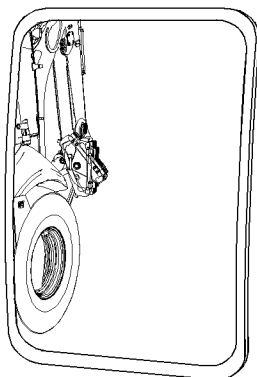

Ilustración 142
Si tiene, ajuste el espejo retrovisor del lado derecho (1) para que un área de por lo menos 1 m (3,3 pies) del lado de la máquina se pueda verse. Consulte la ilustración 142. Ajuste también el espejo retrovisor derecho de manera que se pueda ver lo siguiente: